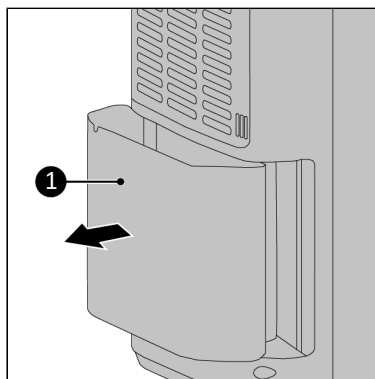

Figure 38.
1. Placez les deux mains sur les côtés du réservoir d'eau (Figure 38, pos. 1).
2. Retirez avec précaution le réservoir d'eau (Figure 38, pos. 1) de l'appareil.